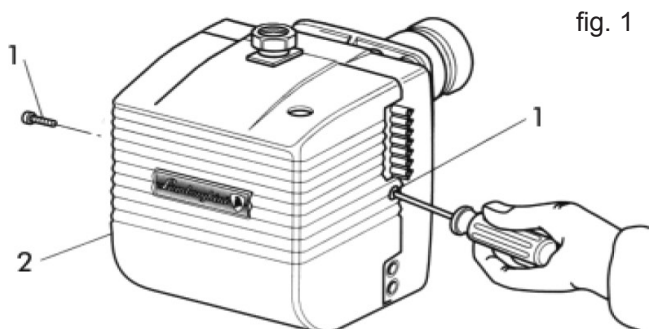

fig. 1
Para acceder a los componentes principales es suficiente quitar la tapa protectora como ilustra la (fig.1).
- Cierren la llave del gas y desconecten la rampa de gas del quemador. Desatornillen los tornillos 1 y quiten la tapa protectora 2 (fig.1).